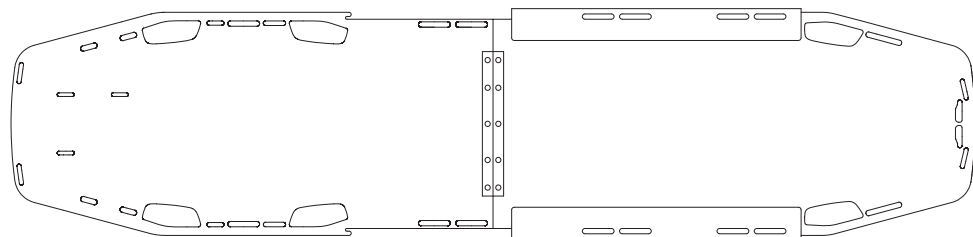

Fig.7
a) Aprire la tavola spinale (fig. 7)